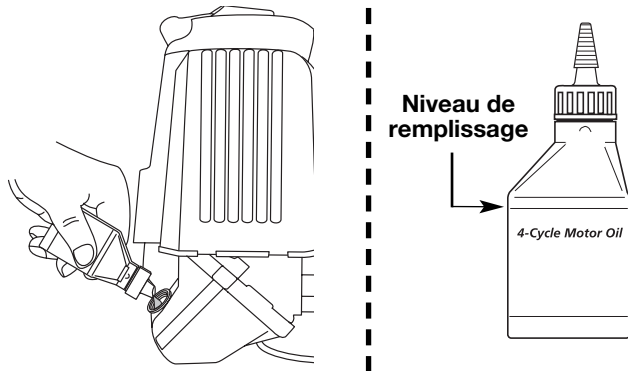

Fig. 31
- REMARQUE :** Mesurez la quantité nécessaire à l'aide de la bouteille et de la buse utilisées lors de la mise en service. 90 ml (3,04 oz) correspond environ au haut de l'étiquette de la bouteille (Fig. 31). Vérifiez le niveau d'huile avec la jauge. S'il est trop bas, ajoutez un peu d'huile par l'orifice et revérifiez Ne remplissez pas trop (Fig. 31).